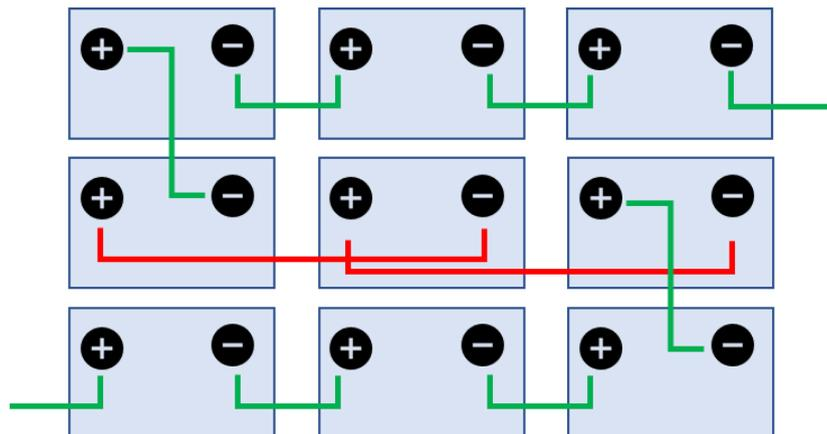

Abbildung 6: Verschaltungsskizze
- Für die Versträngung muss in jeder zweiten Reihe ein Zwischenkabel an das Ende geführt werden. Die rot gekennzeichneten Verbindungen in der Verschaltungsskizze (Abbildung 6) können nur mit Zusatzkabeln realisiert werden. Die grünen Verbindungen sind mit den Kabeln der Solarmodule möglich.